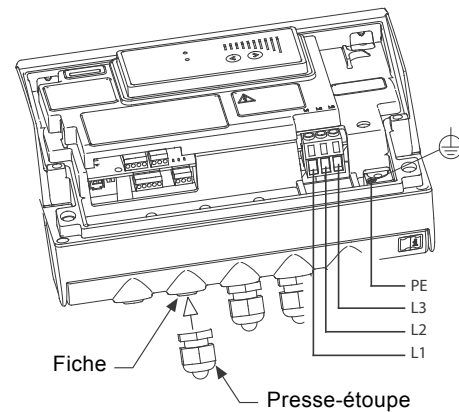

Fig. 36 Retrait de la fiche et du presse-étoupe de raccordement à la boîte de raccordement
- a. Retirer la fiche de chaque boîte de raccordement MLE avec un tournevis à tête plate ; Voir fig. 36.
- b. Visser un nouveau presse-étoupe dans chaque boîte de raccordement MLE avec une clé à molette. Voir fig. 36.
- i. Serrer l'embout du presse-étoupe pour fixer le câble. Voir fig. 36.